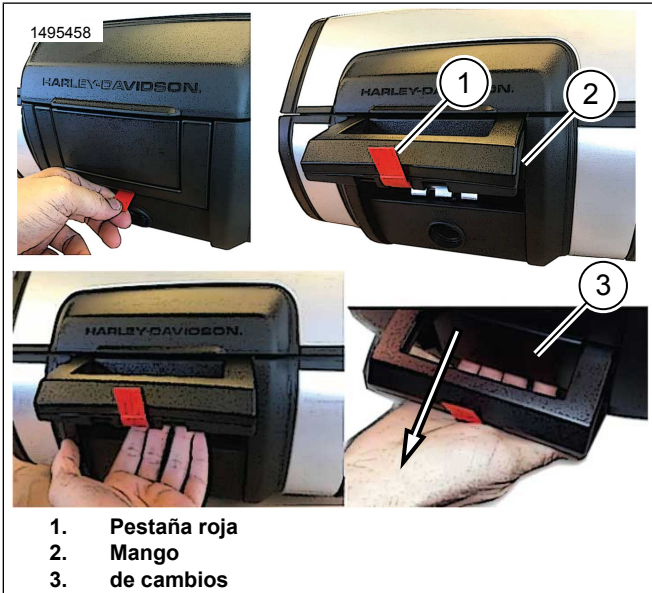
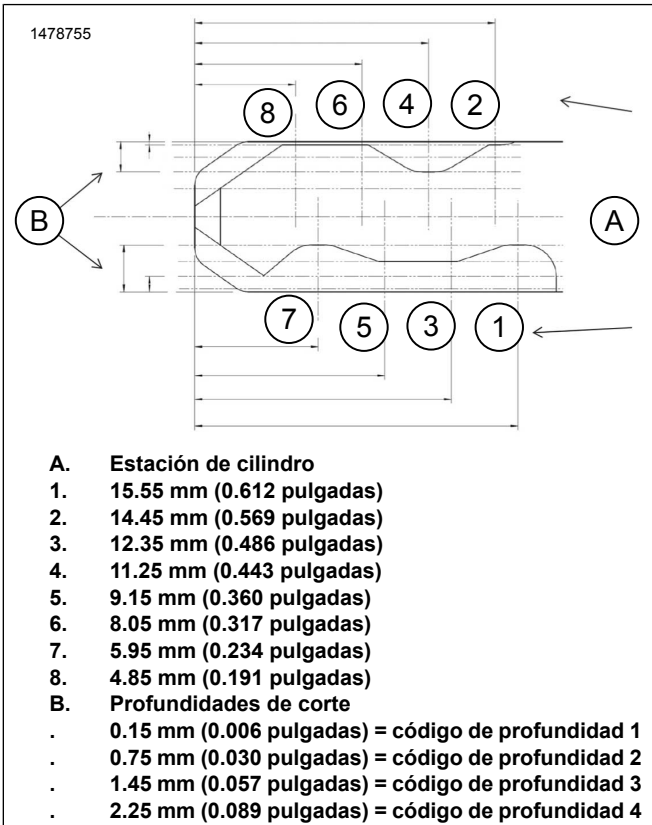

Figura 2. Abra la caja superior
Figura 3. Diagrama de código de llave
1. Figura 2 Abra la caja superior y localice el conjunto de bloqueo.
- a. Tire de la pestaña roja (1) para liberar el mango (2).
- b. Tire de la palanca (3) debajo de la manija para abrir la tapa.
2. Figura 3 En la llave del vehículo Equipo original (OE), determine la profundidad del corte en cada estación de llave.
4. Tabla 3 Escriba códigos de profundidad de llave de Figura 3 en función de las profundidades de corte medidas.